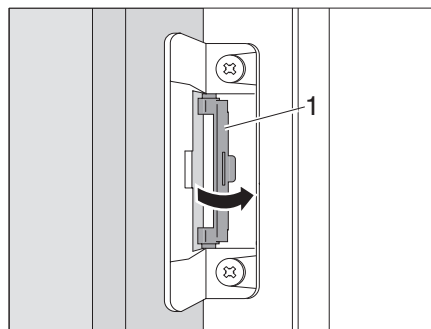

Fig. 92 Girar el bloqueo de vuelta a la posición inicial
- ▶ Girar el bloqueo (Fig. 92,1) de vuelta a la posición inicial.